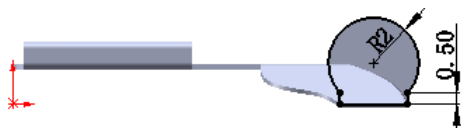

图 6.43 边线—法兰 7 草图
(3) 定义法兰参数。
① 定义法兰角度值。在 **角度(G)** 区域的 文本框中输入角度值 120.0。
② 定义长度类型和长度值。在“边线—法兰”对话框的 **法兰长度(L)** 区域的 下拉列表中选择 **给定深度** 选项，在 文本框中输入深度值 2。在此区域中单击“外部虚拟交点”按钮 。
③ 定义法兰位置。在 **法兰位置(N)** 区域中，单击“折弯在外”按钮 。
(4) 单击 按钮，完成边线—法兰 7 的初步创建。
(5) 编辑边线—法兰 7 的草图。在设计树的 **边线—法兰7** 上右击，在系统弹出的快捷菜单中单击 命令，系统进入草图环境。绘制图 6.43 所示的草图。退出草图环境，此时系统完成边线—法兰 7 的创作。